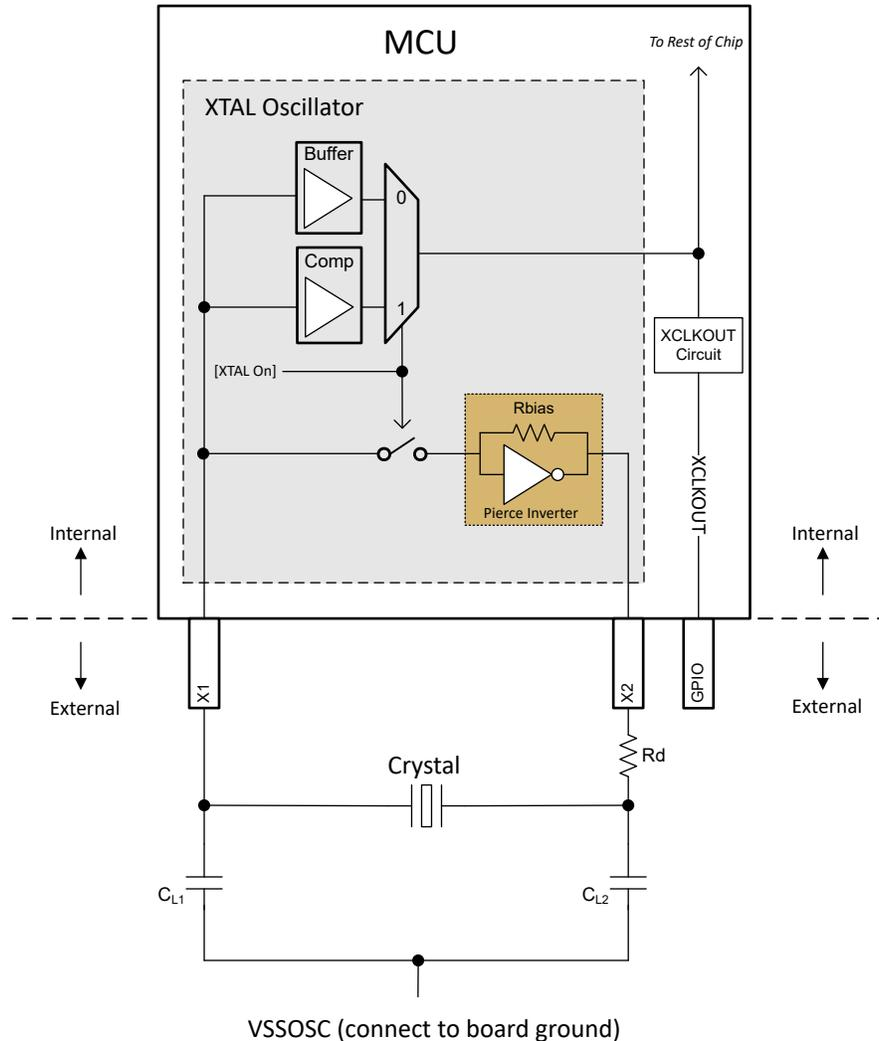

図 6-12. 電気発振回路のブロック図
このデバイスの電気発振回路は、ピアス発振器です。これは正帰還インバータ回路であり、発振するためにはチューニング回路が必要です。この発振器に適合する水晶振動子と組み合わせると、タンク回路が形成されます。このタンク回路は、水晶振動子の基本周波数で発振します。このデバイスでは、発振器は、並列容量 (C0) および必要な負荷容量 (CL) によって、並列共振モードで動作するように設計されています。図 6-12 に、電気発振回路とタンク回路の部品を示します。
図 6-12 によれば、CL1 と CL2 が直列になっているので、水晶振動子から見た等価合計容量を求めるには、静電容量の直列式を適用して、 $CL1 = CL2$ の場合、単純に $[CL1]/2$ と計算する必要があります。